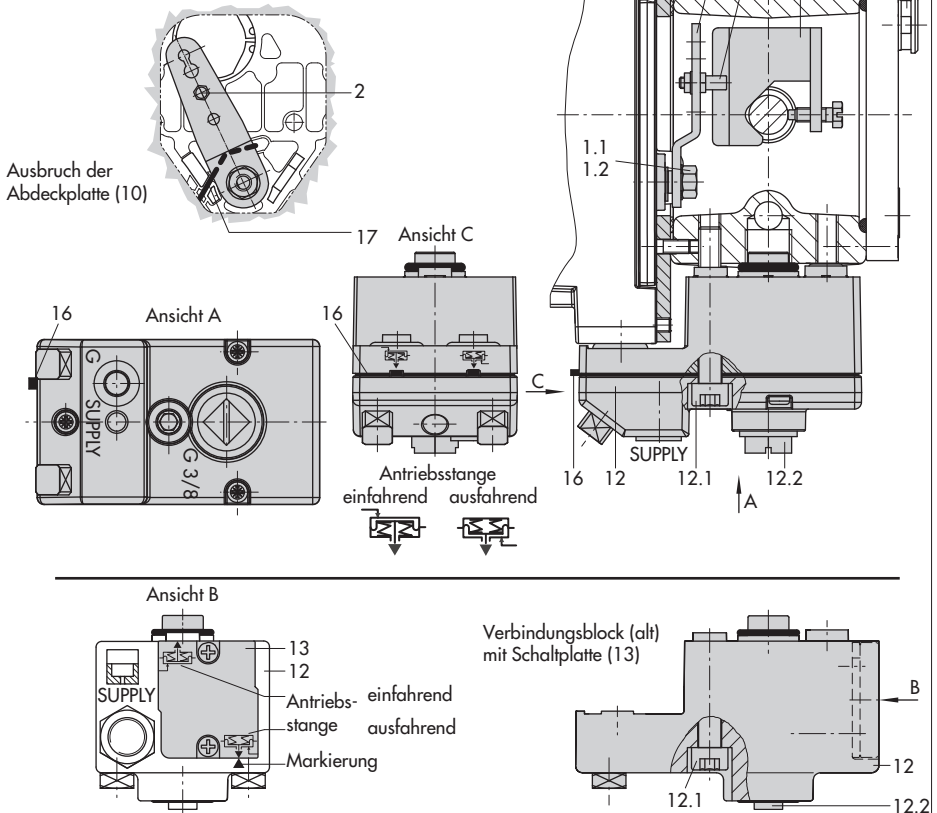

Bild 5 · Direktanbau – Stelldruckanschluss für Antrieb Typ 3277 mit 175 bis 750 cm²
Den Stellsregler wie in Bild 5 dargestellt am Joch montieren. Der Stelldruck wird über den Verbindungsblock (12) auf den Antrieb geführt, bei Sicherheitsstellung „Antriebsstange ausfahrend“ intern über eine Bohrung im Ventiljoch und bei „Antriebsstange einfahrend“ durch eine externe Rohrverbindung.
1. Mitnehmer (3) an die Antriebsstange setzen, ausrichten und so festschrauben, dass die Befestigungsschraube in der Nut der Antriebsstange sitzt.
2. Abdeckplatte (10) mit schmaler Seite des Ausbruches (Bild 5 links) in Richtung zum Stelldruckanschluss befestigen, die aufgeklebte Flachdichtung (14) muss zum Antriebsjoch zeigen.
3. **Antriebe mit 355, 700 und 750 cm²:** Am Hebel M (1) den Abtaststift (2) aus Stiftposition **35** lösen und in die Bohrung für Stiftposition **50** verschrauben. **Antriebe 175 bis 350 cm² mit 15 mm Hub:** Der Abtaststift (2) verbleibt auf Stiftposition **35** (Lieferzustand).
4. Formdichtung (15) in die Nut des Stellsreglergehäuses einlegen, dabei die vier Haltenippel über die Gehäuse-schrauben und die beiden Klemmnippel in die Gehäuseausparungen drücken.
5. Vorspannfeder (17) unter den Hebel (1) durch den Steg führen und in die Gehäusebohrung einstecken, Hebel (1) bis
6. Kontrollieren, ob die Zunge der Dichtung (16) seitlich am Verbindungsblock so ausgerichtet ist, dass das Antriebs-symbol für „Antriebsstange ausfahrend/einfahrend“ mit der Ausführung des Antriebes übereinstimmt. Andernfalls müssen die drei Befestigungsschrauben entfernt, die Deckplatte abgehoben und die Dichtung (16) um 180° gedreht wieder eingelegt werden. Beim alten Verbindungsblock (Bild 5 unten) muss die Schaltplatte (13) so gedreht werden, dass das entsprechende Antriebssymbol zur Pfeilmarkierung ausgerichtet ist.
8. Verbindungsblock (12) mit seinen Dichtungen an Stellsregler und Antriebsjoch ansetzen und mit Befestigungsschraube (12.1) festziehen. Bei Antrieb „Antriebsstange einfahrend“ zusätzlich den Stopfen (12.2) entfernen und die externe Stelldruckleitung montieren.